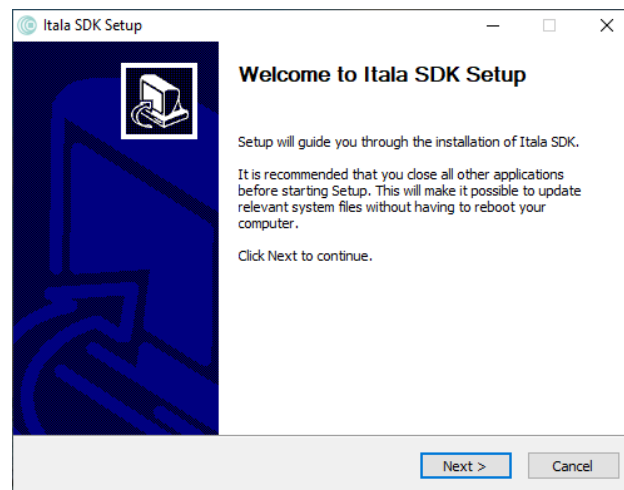

Figure 13: Finestra di impostazione Itala SDK.
2. Viene visualizzata la finestra di impostazione Itala SDK: assicurarsi di seguire le istruzioni elencate (Fig.13).